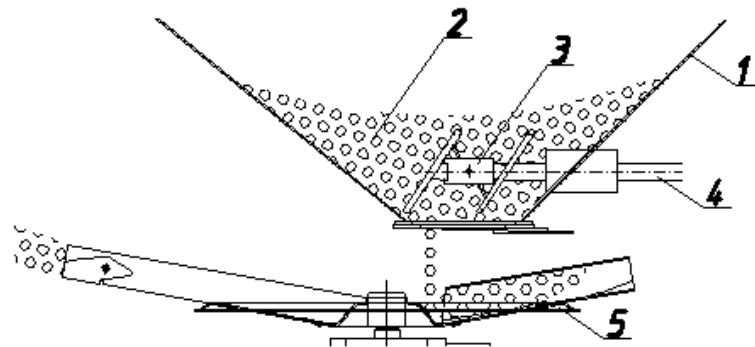

Рис. 1
2.1. Розкидач мінеральних добрив складається з наступних основних вузлів (Рис.1):
2.4.1. Рама (Рис.1 поз. 1) представляє собою зварну конструкцію з труб та швелерів, яка служить для встановлення та кріплення основних складових одиниць агрегату.
2.4.2. Бункер (Рис. 1 поз. 2) в вигляді усіченої піраміди служить ємністю для добрив. В бункері розташований вал з шнекоподібними зворушувачами та захисні решета. Під дном бункера кріпиться дозуючий пристрій з дозуючою та запірною заслінками.
2.4.10. Труба огороження (Рис. 1 поз.10) призначена для захисту від зіткнень. Для застереження нещасних випадків при працюючих розподільчих дисках